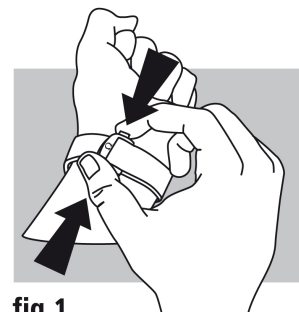

fig.1
**Apertura (fig. 1):** per aprire il fermaglio basta premere i due bottoni automatici posti ai due lati della fibbia OMEGA e tirare verso l'alto.